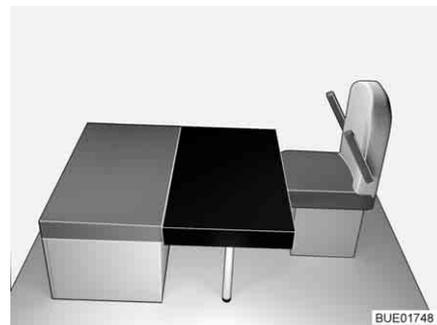

Bild 137 Nach dem Umbau
- Das rechteckige Zusatzpolster auf den Tisch legen (vor das Sitzpolster der Sitzbank, siehe Bild 137). Der Ausschnitt im Zusatzpolster liegt dabei an der vorderen Stützwand.